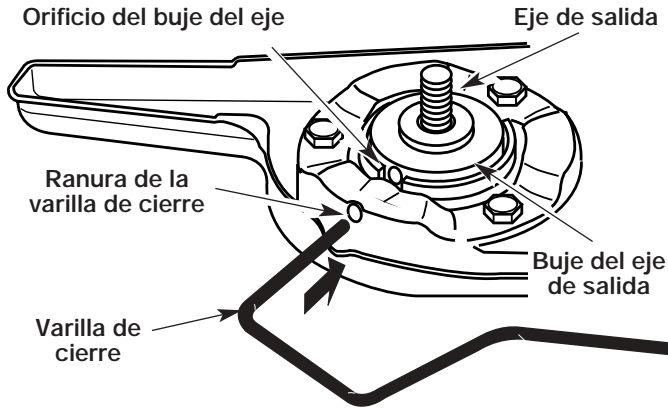
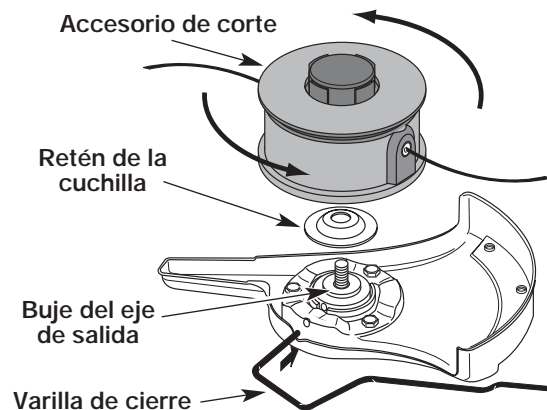

Fig. 8
Fig. 15
1. Alinee el orificio del buje del eje con la ranura de la varilla de cierre e inserte la varilla de cierre en el orificio del buje del eje (Fig. 8).
6. Alinee el orificio del buje del eje con la ranura de la varilla de cierre e inserte la varilla de cierre en el orificio del buje (Fig. 8).
- Alinee el orificio del buje del eje con la ranura de la varilla de cierre e inserte la varilla de cierre en el orificio del buje (Fig. 8).
- Alinee el orificio del buje del eje con la ranura de la varilla de cierre e inserte la varilla de cierre en el orificio del buje del eje (Fig. 8). Coloque el retén de la cuchilla en el eje de salida con la superficie plana contra el buje del eje de salida según se ilustra en la Fig. 15. Enrosque el accesorio de corte en sentido antihorario en el eje de salida. Ajuste bien.